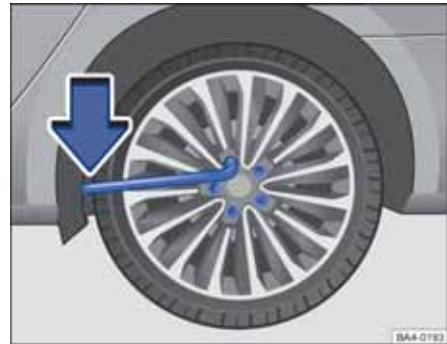

图 226 更换车轮：松开车轮螺栓
- 将车轮扳手套到车轮螺栓上，然后推到限位位置 ⇒ 图 226。